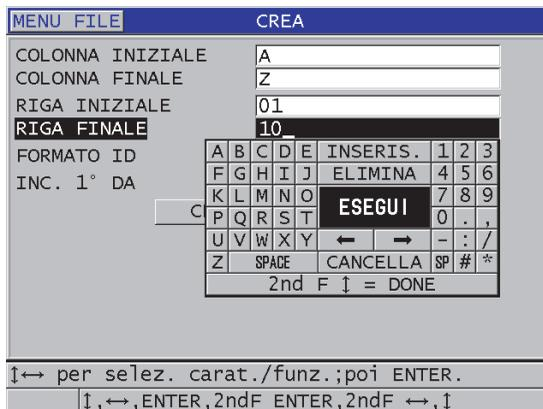

Figura 11-10 Configurare l'intervallo di ID per un tipo di file di dati matriciale 2D
3. Nella seconda pagina della schermata **CREA** (vedere Figura 11-10 a pagina 198):